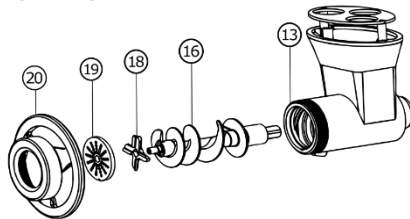

FIG 1. VISTA EXPLOSIONADA DE LA UNIDAD DE MOLIENDA
- 1.- Retire la tuerca (20) girándola en contra de las manecillas. Extraiga el cedazo (19), Navaja (18) y el gusano (16) (Ver Fig 1).